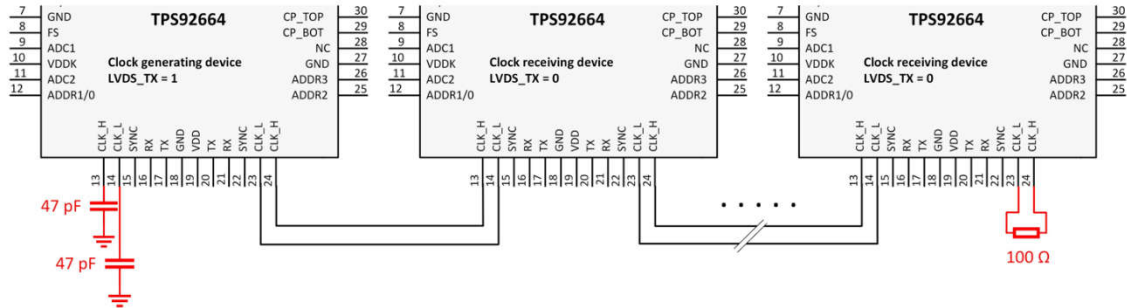

図 3-1. LVDS 終端の簡略図
- 未使用の LVDS ペアは、クロック受信側の最終段デバイスで CLK\_H と CLK\_L 間に 100Ω を接続して終端し、クロック生成デバイス側では CLK\_H および CLK\_L から GND にそれぞれ 47pF のコンデンサを接続して終端してください (図 3-1 を参照)。